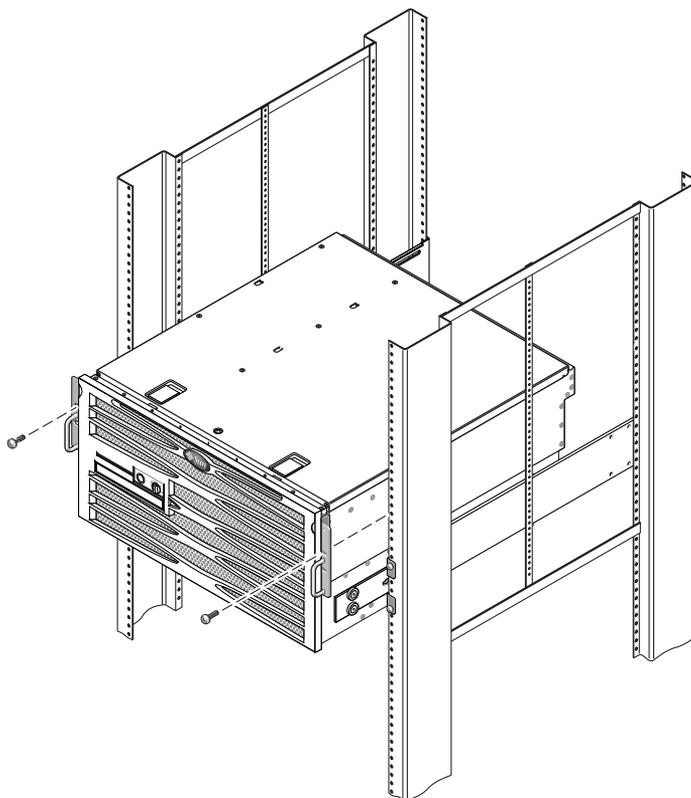

図 3-14 ラックへのシステム正面の固定
15. 各側面でねじを1本ずつ使用して、サーバーの側面に取り付けたハードマウント固定部品の正面を、ラックの正面に固定します (図 3-14 を参照)。